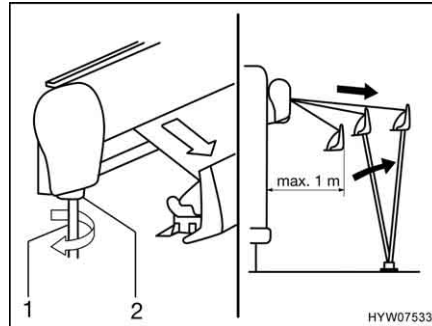

Fig. 12 Estrazione della tenda
- Inserire la manovella (Fig. 12,1) nel supporto a baionetta (Fig. 12,2) della tenda e girarla in senso antiorario. La tenda si apre dopo un paio di rotazioni.